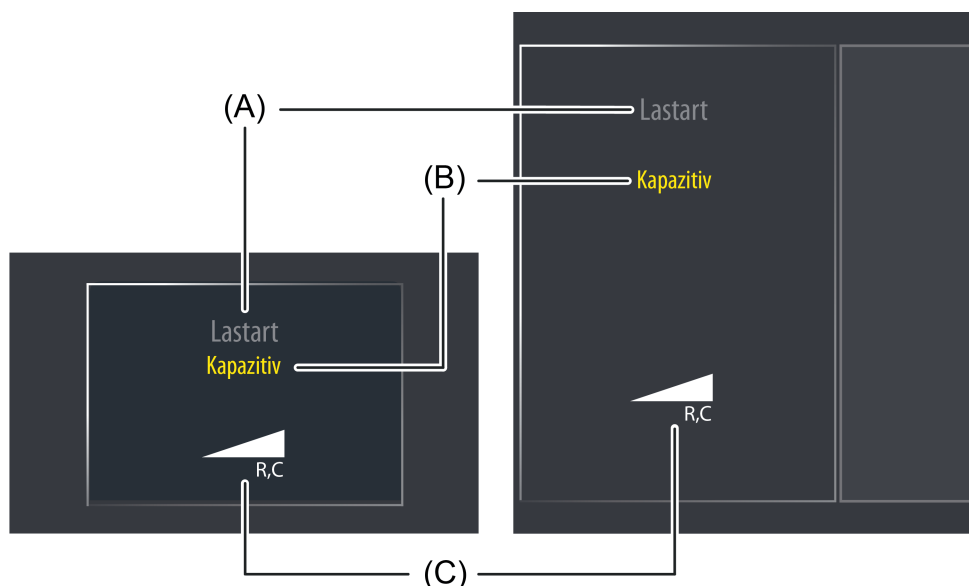

Bild 51: Beispiel für ein Anzeigeelement der KNX Funktion "Dimmaktor Lastart"
Der Anzeigebereich enthält verschiedene Darstellungselemente (Bild 51), die durch Parameter beeinflusst werden. Jeder KNX Funktion kann in der Konfigurationssoftware eine Bezeichnung vergeben werden (A). Diese Text-Bezeichnung wird im Anzeigeelement zentriert zur Anzeige gebracht, wodurch steuerbare KNX Funktionen für den Anwender kenntlich gemacht werden (z. B. "Lastart"). Zusätzlich wird unterhalb der Bezeichnung ein Statustext (B) eingeblendet, der abhängig vom Objektwert der Rückmeldung unterschiedliche Texte im Display visualisiert. In der Konfigurationssoftware können die Texte für die Zustände "0 - undefiniert", "1 - Kapazitiv", "2 - Induktiv", "3 - Universal/Kapazitiv" und "4 - Universal/Induktiv" getrennt voneinander definiert werden.